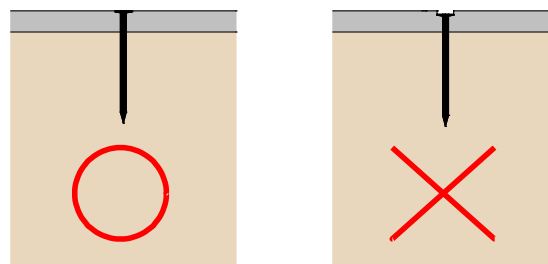

図 3 くぎめり込み概略
- ・くぎ頭が面材と面一になるよう、自動くぎ打ち機の設定およびエア圧を調整し試打後にくぎ打ちしてください。また、樹種毎に調整をお願いいたします（図 3 参照）。